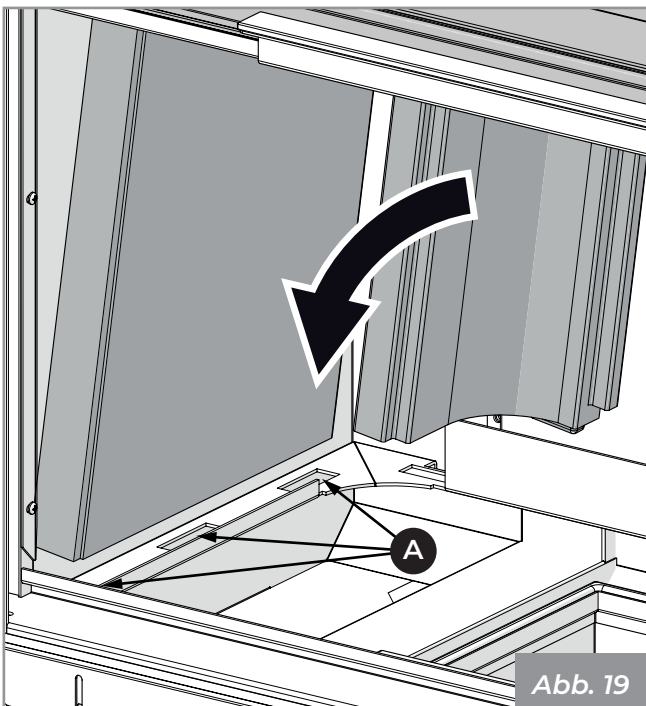

Abb. 19
- 1) Positionieren Sie das seitliche feuerfeste Material und die Kurve und achten Sie darauf, sie in die entsprechenden Schlitzte (A) (Abb. 19) einzusetzen.